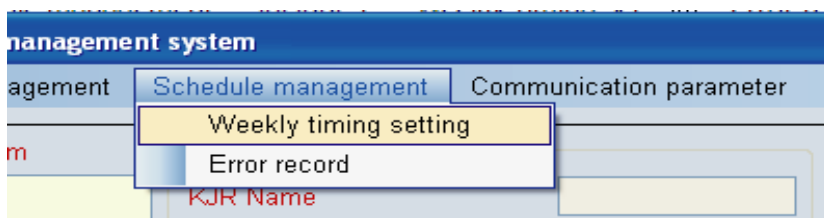

Рис. 4-28
3) “Schedule management” («Управление программой») включает следующие пункты: “Weekly timing setting” («Настройка недельного таймера») и “Error record” («Учет ошибок») (см. Рис. 4-28):